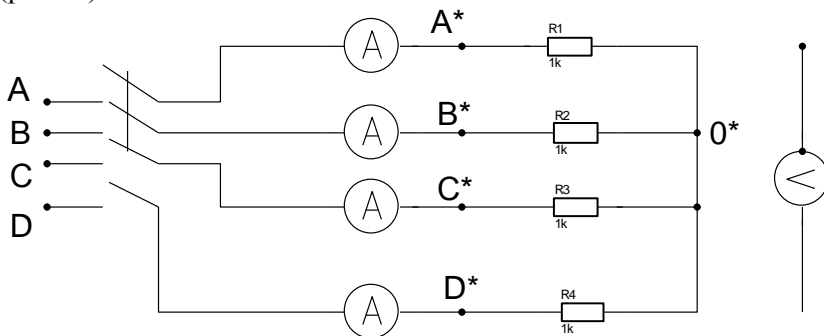

Рисунок 1. Схема цепи трёхфазного переменного тока
3. Ознакомиться со схемой включения потребителей в звезду (рис. 1.).